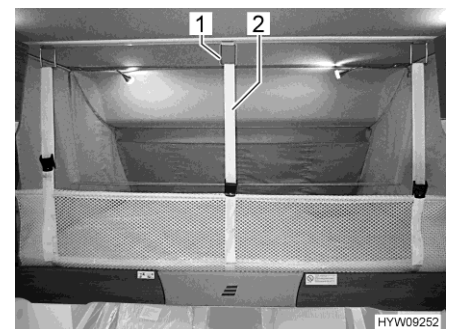

Bild 107 Skyddsnet (höjbar säng)
- Lossa säkerhetsremmarna (Bild 107,2) och lägg skyddsnetet under madrassen.
Hänga upp: ■ Haka fast säkerhetsremmarna (Bild 107,2) i krokarna (Bild 107,1) i taket.